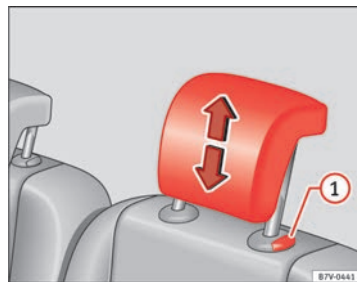

Fig. 85 Ajuste del apoyacabezas de la segunda o tercera fila de asientos.
- Suba el apoyacabezas en la dirección de la flecha o bájelo ⇒ fig. 84 o ⇒ fig. 85 ① al pulsar el botón ⇒ .